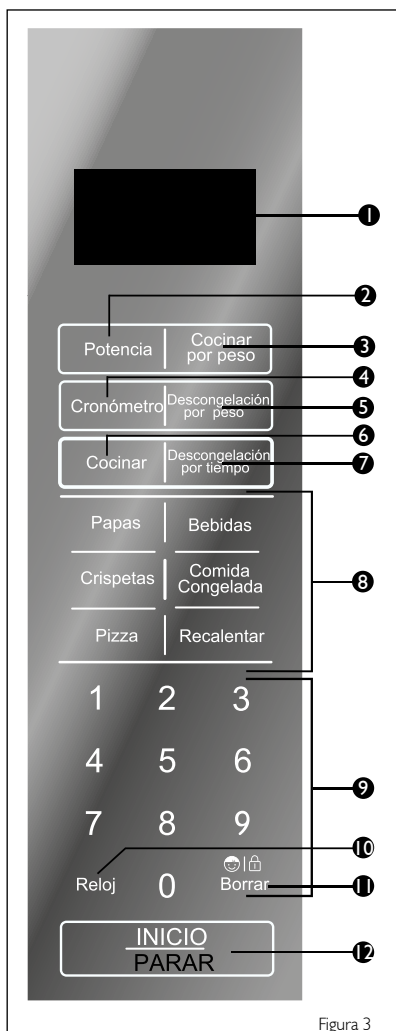

Figura 3
10. Panel de control: Permite ingresar las funciones, potencias y tiempos del microondas (**Ver Figura 3**).